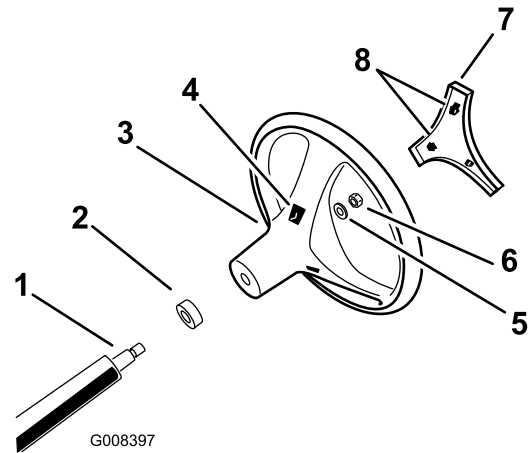

图3
4. 如图3所示，使用锁紧螺母将方向盘固定到转向轴上，上紧扭矩至 $24 \sim 29 \text{N} \cdot \text{m}$ 。
5. 将盖上的凸耳与方向盘中的凸耳槽对准，将中心盖卡入方向盘轮毂（图3）。